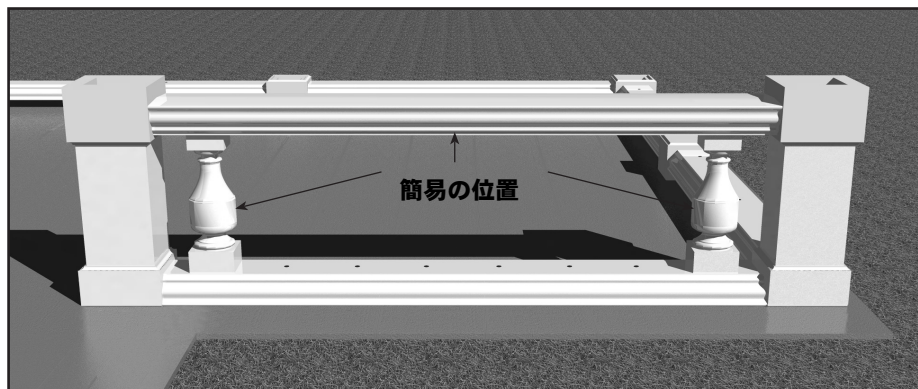

図 6C
- C)** 簡易に手摺子を両端に設け、手摺と親柱の部材を組合せて親柱の高さを決めます（図 6C）。親柱が高すぎる場合は、親柱の胴体の部分、上部、あるいは底部を切断することで調整できます。